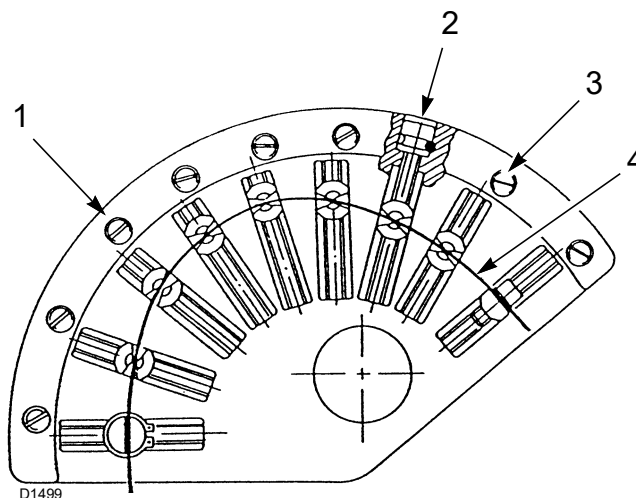

Рис. 29
- Отрегулируйте расход воздуха, регулируя кулачок с изменяемым профилем винтами 2)(Рис. 29 на стр. 30)(кулачок 1 Рис. 31 на стр. 32).
- По достижении оптимальной регулировки не забудьте затянуть регулировочные винты кулачковых профилей винтами 3)(Рис. 29).
Для лучшей повторяемости регулировки следите за тем, чтобы остановить вращение кулачкового узла, когда верхний подшипник, скользящий по профилю 4)(Рис. 29), будет выровнен с одним из регулировочных винтов 2)(Рис. 29).
Заверните или отверните винт 2)(Рис. 29) для увеличения или уменьшения расхода воздуха, чтобы подогнать его под соответствующий расход дизельного топлива.
После выполнения регулировок мощности (максимальной, минимальной и промежуточной) важно затянуть все винты регулировки воздуха 2)(Рис. 29) стопорными винтами 3)(Рис. 29), чтобы предотвратить возможные смещения из положений регулировки воздуха - дизельного топлива.
Обозначения (Рис. 29)
Например, установите минимальную мощность на 800 кВт, проверьте уровень выбросов и при необходимости увеличьте или уменьшите открытие воздушной заслонки (см. «Процедура регулировки (газ)» на стр. 32). С помощью винтов 2) механического кулачка (Рис. 29 на стр. 30) доведите мощность до 800 кВт и проверьте выбросы.
После настройки максимальной и минимальной мощности горелки отрегулируйте газ в нескольких промежуточных положениях сервопривода. Переход к следующему положению достигается путем удерживания кнопки 2) на знаке (+) или (-) (Рис. 27 на стр. 28). Слегка нажмите на кнопку 2) (Рис. 27 на стр. 28) «увеличения мощности», чтобы сервопривод сместился примерно на 20°. Заверните или отверните винт 2) выбранного механического кулачка (Рис. 29 на стр. 30) для увеличения или уменьшения расхода газа, чтобы подогнать его под соответствующий расход воздуха и получить оптимальное горение.